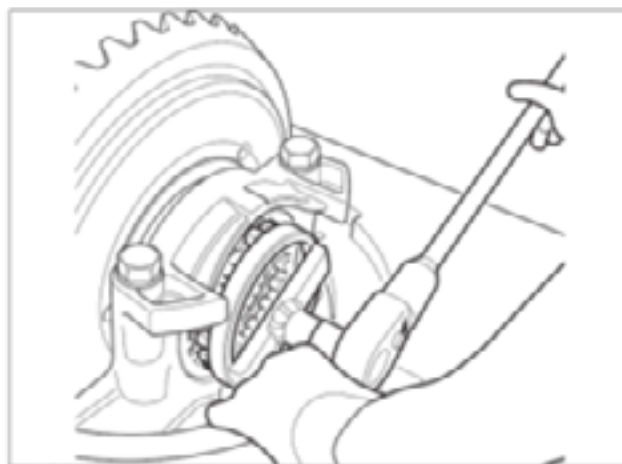

Fig. 2.57
6. Utilizando uma ferramenta adequada, afrouxe ou aperte o anel de ajuste no lado da coroa e aperte ou afrouxe o anel de ajuste no lado oposto na mesma quantidade de entalhes, o que assegurará que a divergência da das capas de mancal medida anteriormente e, portanto, a pré-carga dos rolamentos será mantida (Fig. 2.57).